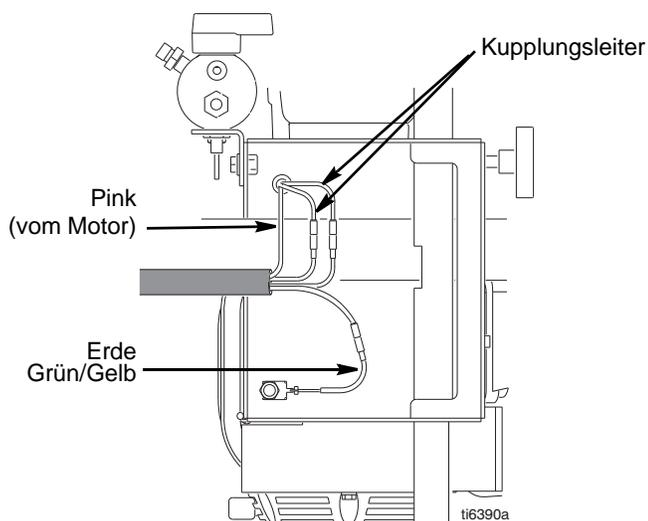

ABB. 12
2. ABB. 12. Alle notwendigen Kabel abziehen.
3. ABB. 12. Alle erforderlichen Kabel anschließen.